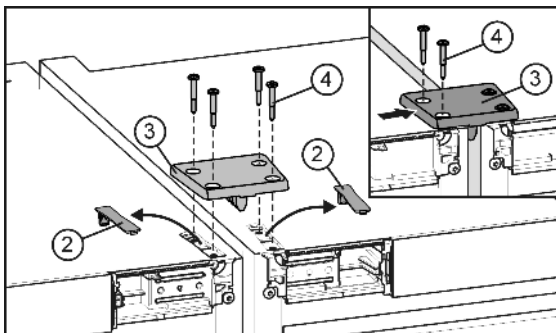

Fig. 5
- ▶ Irrota suojukset Fig. 5 (2) ja ota pois.
- ▶ Aseta liitoslevy Fig. 5 (3) asennuskohtaan ja kiinnitä löysästi toiseen laitteeseen kahdella ruuvilla Fig. 5 (4).